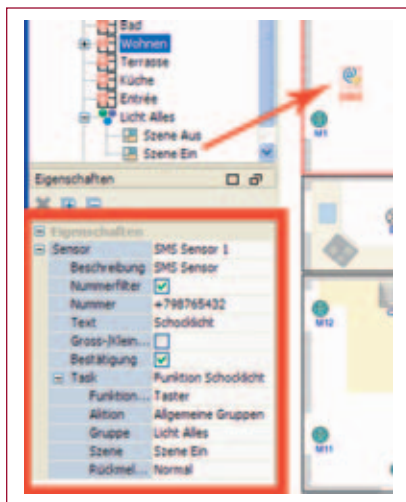

Bild 5 Konfiguration einer Fernsteuerung eines Apparats via SMS.
- *Fernsteuerung übers Handy:* Die Leistungsfähigkeit der Software kommt z. B. bei einer Fernsteuerung übers Handy zum Vorschein (Bild 5). Hier wird das SMS-Symbol im Raum platziert, der SMS-Text für die Schaltaktion definiert, sofern gewünscht, Handy-Nummer angeben – damit ist sichergestellt, dass nur von diesem Handy aus eine Fernschaltung möglich ist, festlegen ob Quittierung nötig, Apparat definieren, der über SMS ferngeschaltet werden soll, fertig.